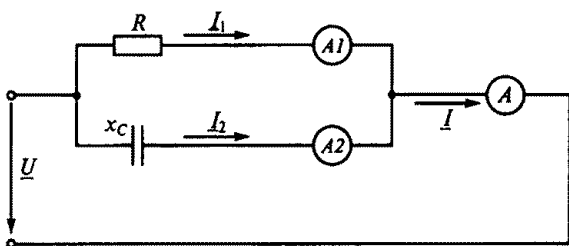

Рис. 96
3.51. В цепь синусоидального тока на рис. 96 включены три амперметра. Каким будет показание амперметра A_2 , если амперметры A и A_1 показывают соответственно 10 А и 6 А ?